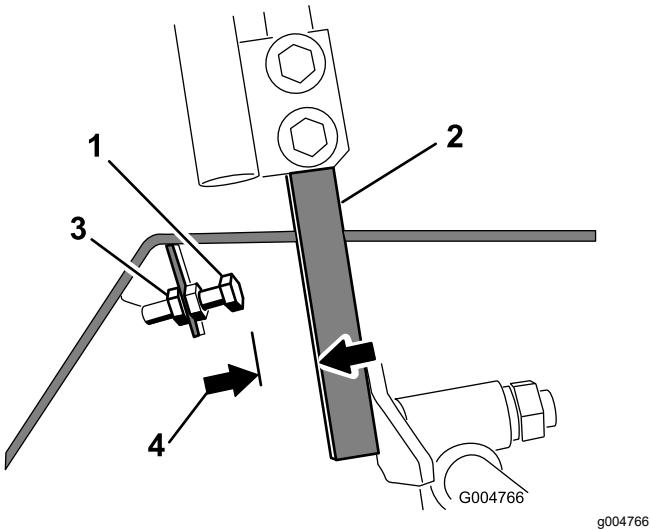

Figure 92
4. Desserrez l'écrou de blocage sur le boulon d'arrêt de l'un des leviers de commande (Figure 92).